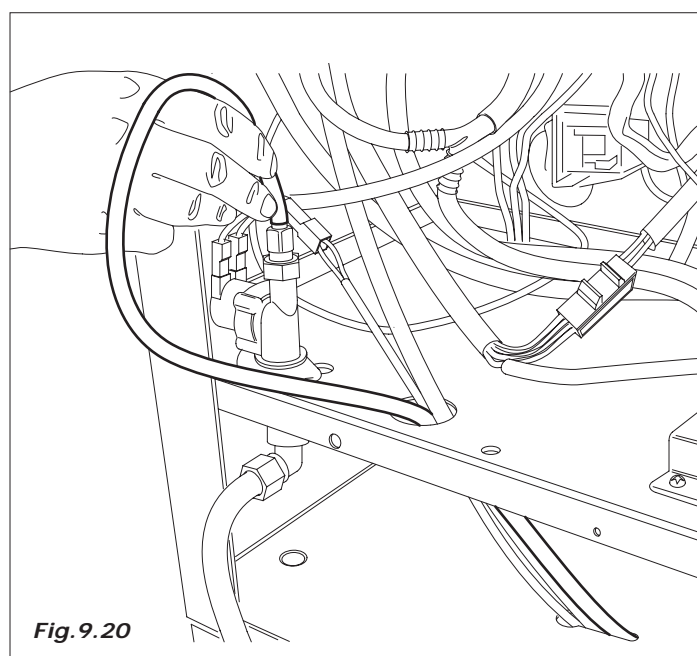

Fig.9.20
- Separar el tubo de las electroválvulas de entrada e introducir en su lugar el tubo de entrada del filtro (Fig. 9.20).